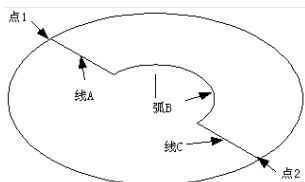
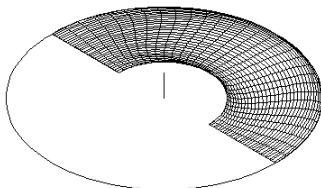

图 12-75 编辑结果
图 12-76 创建边界网格
08 选择菜单【修改】|【修剪】命令，对圆图形和对角线进行修剪，结果如图 12-75 所示。
09 选择菜单【绘图】|【圆弧】|【起点、圆心、端点】命令，以图 12-75 所示的点 2 为起点，点 1 为端点，绘制圆弧。
- 11 使用【绘图】|【建模】|【网格】|【边界网格】命令，以刚绘制的圆弧和图 12-75 所示的线段 A、弧 B 和线段 C 作为边界，创建如图 12-76 所示的网格模型。